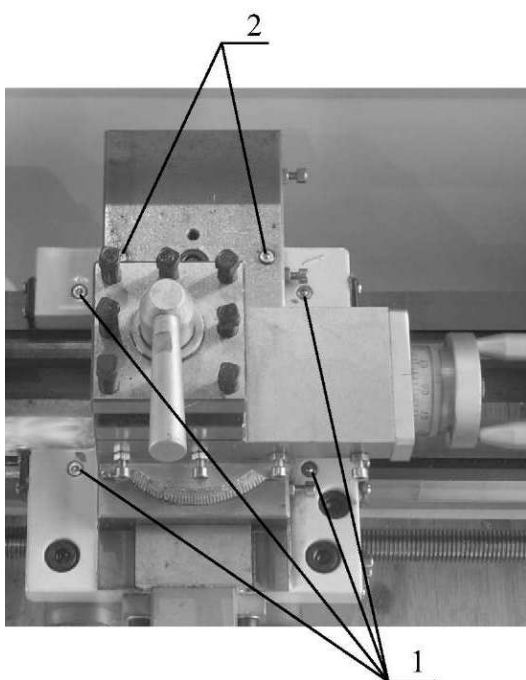

Рис. 13
**8.2.** Смазку направляющих суппорта производите ежедневно через 4 смазочных отверстия 1 (Рис. 13) жидкой смазкой.
**8.3.** Смазку направляющих поперечных салазок производите ежедневно через 2 смазочных отверстия 2 (Рис. 13) жидкой смазкой.